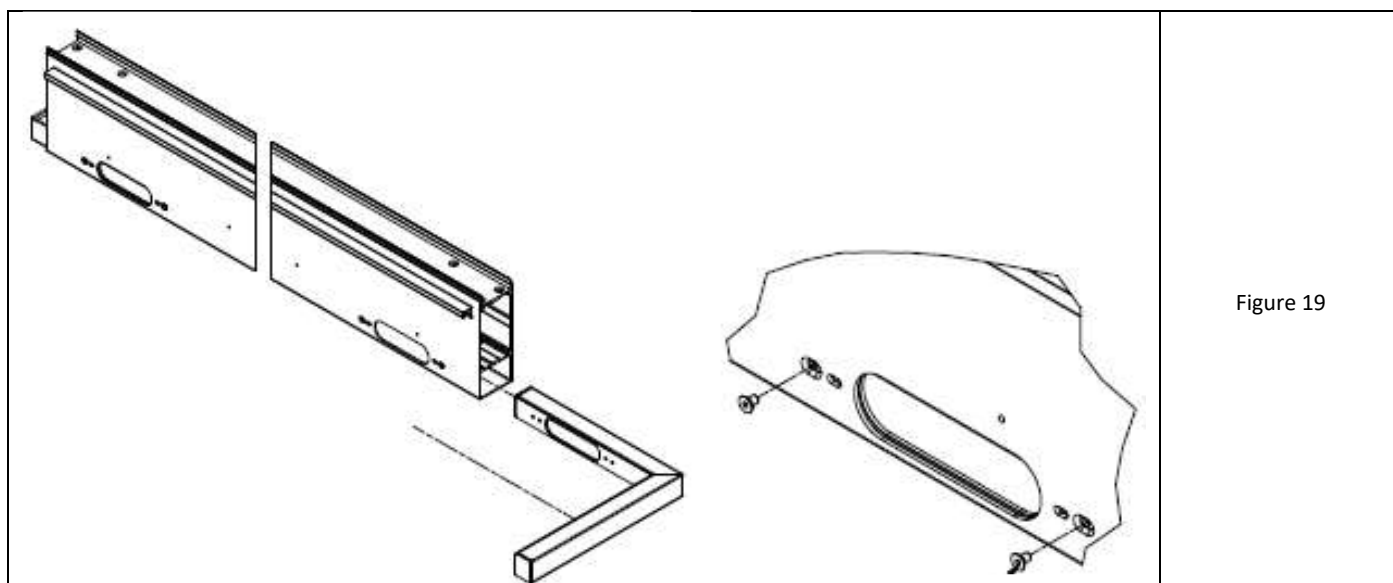

Figure 19
2. Lors de l'insertion, éviter d'abraser la couche d'étanchéité et n'appliquer l'EPDM sur la paroi de la poutre que lorsque les contours des haricots sont alignés. Serrer avec 2 vis à tête fraisée M5x8 (dans les trous extérieurs de le haricot à tête fraisée) (Fig.19).
7. Lors de l'insertion, éviter d'abraser la couche d'étanchéité et n'appliquer l'EPDM sur la paroi de la poutre qu'après avoir aligné les contours du haricot. Serrer avec 2 vis à tête fraisée M5x8 (dans les trous extérieurs de le haricot à tête fraisée) (Fig.19).